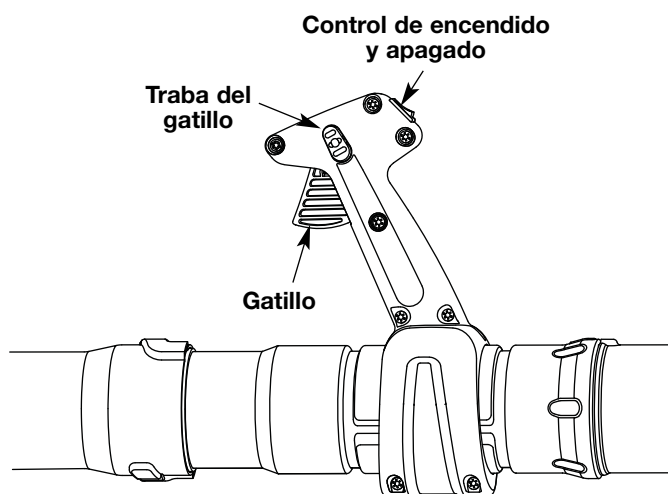

Fig. 15
NOTA: La unidad debe arrancarse en vacío. No oprima el gatillo mientras arranca la unidad (Fig. 15).
ARRANQUE EN CALIENTE: Si la unidad ya está caliente, coloque la palanca del obturador en la posición 3 y tire de la cuerda de arranque para volver a arrancar. **La unidad debe arrancarse en vacío. No oprima el gatillo mientras arranca la unidad** (Fig. 15).
2. Oprima y mantenga oprimido el Control de encendido y apagado en la posición APAGADO (O) hasta que el motor se detenga por completo (Fig. 15).
- Use la traba del gatillo (Fig. 15) para mantener el gatillo oprimido mientras esté trabajando para facilitar el funcionamiento continuo.